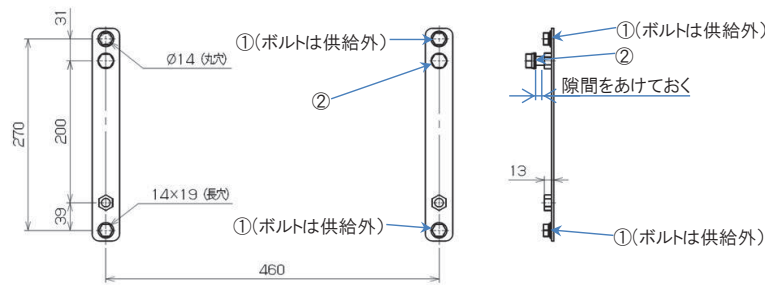

図2: ベースアダプタ取付
- ① 壁面既設LBS取付穴にベースアダプタを図2のように取付ける。